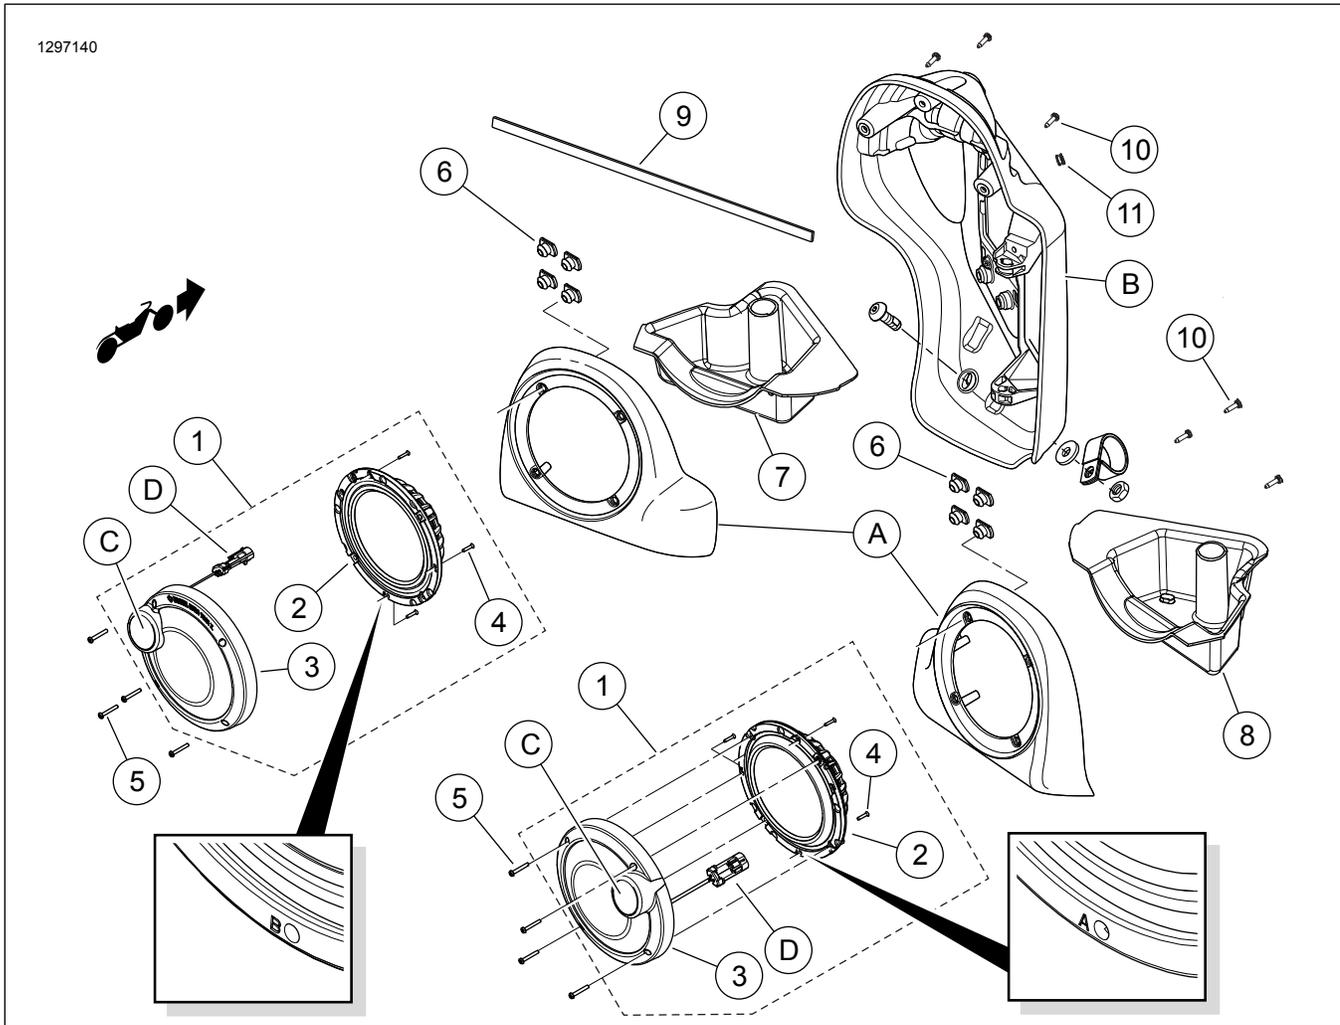

Figure 12. Kit de haut-parleurs de carénage inférieur Boom! Audio Stage II
Pour faciliter l'assemblage, installez d'abord les vis (consultez Figure 12 , article no 10) dans l'enceinte sans le plateau. Retirez les vis.
18. Consultez Figure 12 . Séparez l'œillet fendu (11). Installez l'œillet autour de la tige du faisceau. Installez dans le trou percé du carénage.
22. Consultez Figure 12 . Fixez les connecteurs de fils de haut-parleur dans l'enceinte sur les bornes embrochables à l'arrière du **nouveau** haut-parleur de graves. Des bornes embrochables de différentes tailles évitent d'effectuer un assemblage incorrect.
23. Branchez le connecteur audio bidirectionnel sur le faisceau de l'amplificateur au connecteur médial et du haut-parleur d'aigus (D).
24. Tournez l'assemblage de haut-parleur (1) de sorte que le haut-parleur d'aigus (C) soit orienté à 45 degrés vers l'extérieur par rapport à la partie supérieure.
25. Installez le haut-parleur dans l'enceinte avec les quatre vis (5) du kit.